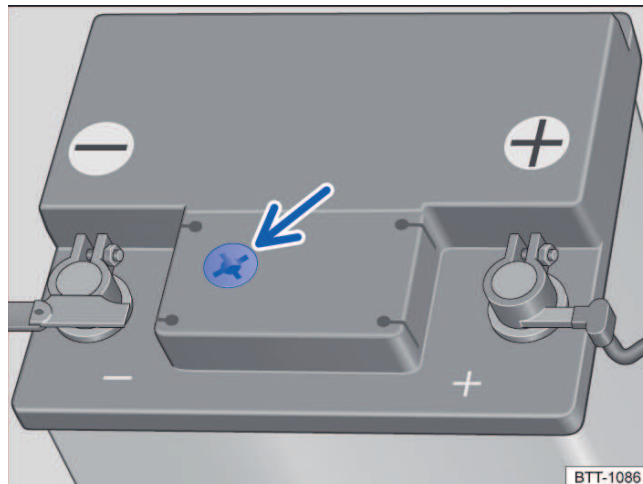

Fig. 156 No compartimento do motor: exemplo de posição do visor no lado superior da bateria do veículo.
- O visor redondo → Fig. 156 na parte superior da bateria do veículo muda de cor conforme o nível do eletrólito.